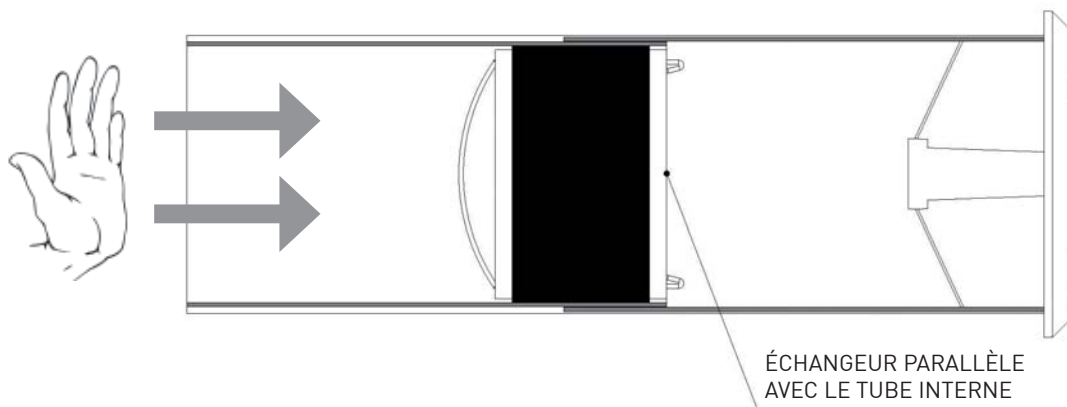

Fig. 7
4. Insérez l'échangeur de chaleur jusqu'à l'extrémité du tuyau interne. (fig. 7)